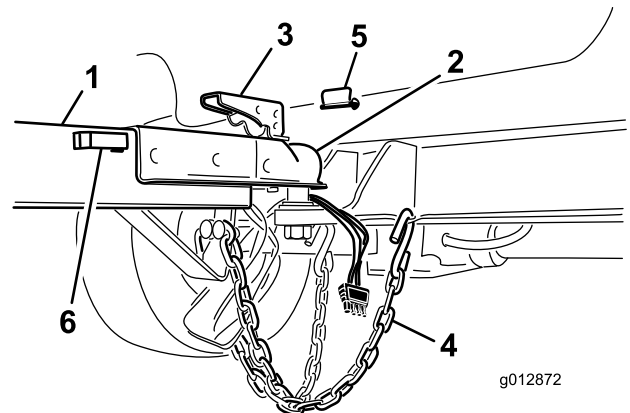

Bild 11
2. Heben Sie den Kupplungshebel an der Anhängerkupplung an und senken Sie ihn auf die Kugel der Anbauvorrichtung ab (Bild 11).